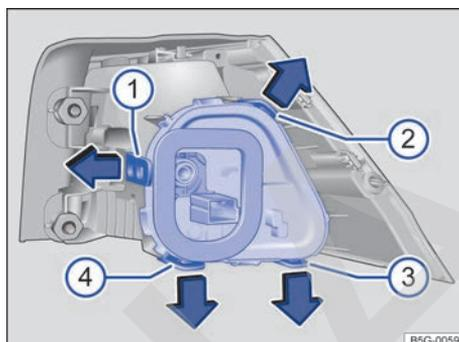

Fig. 179 Grupo óptico trasero en la carrocería: desmontaje del portalámparas. ① a ④ pestañas de bloqueo.
7.	Para desbloquear el portalámparas, presione las pestañas de bloqueo → fig. 179 ① a ④ en el sentido de las flechas.